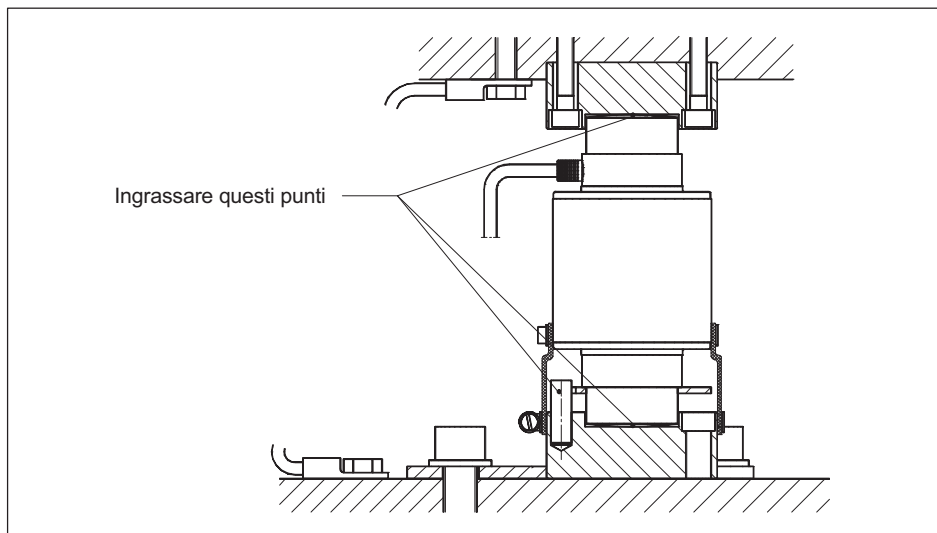

Fig. 6.2 Punti da ingrassare
- ① Allineare l'appoggio di compressione inferiore in modo che la spina elastica sia rivolta verso la direzione in cui dovranno trovarsi l'uscita del cavo e la targa di identificazione. Fissare l'appoggio di compressione inferiore, tuttavia non ancora completamente.
- ① Per prevenire usura, contaminazioni e corrosione, lubrificare abbondantemente le introduzioni del carico superiori e inferiori nel supporto di carico nonché la spina elastica e il dispositivo antirotazione sulla cella di carico con il grasso fornito in dotazione (Fig. 6.2).